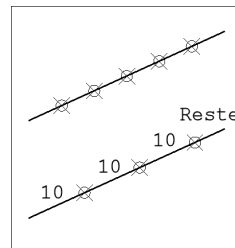

Fig.4.40
- 3 Entrer le nombre de segments souhaités : 6 8. Un point est placé entre chaque segment (fig.4.40).